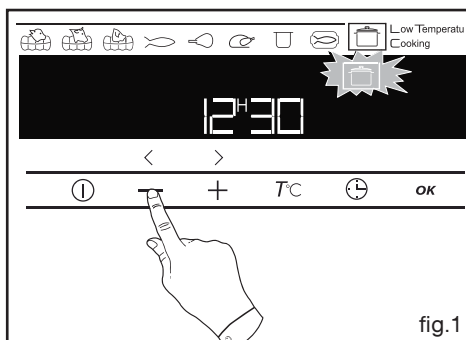

fig.1
- Sélectionnez avec les touches - et + le mode de cuisson “Basse température” (fig 1).